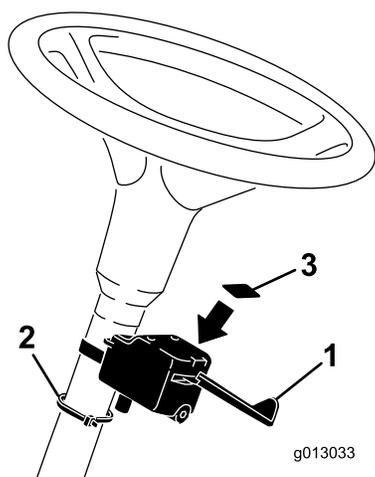

Figura 3
1. Montate il controller di segnalazione di svolta sul piantone con il morsetto regolabile fornito insieme al controller (Figura 3).
3. Applicate l'adesivo di segnalazione sulla faccia superiore del controller di segnalazione di svolta (Figura 3).